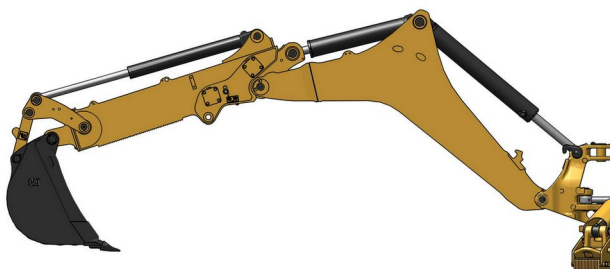

Ilustración 246
1. Coloque la máquina como se muestra en la Ilustración 246 .